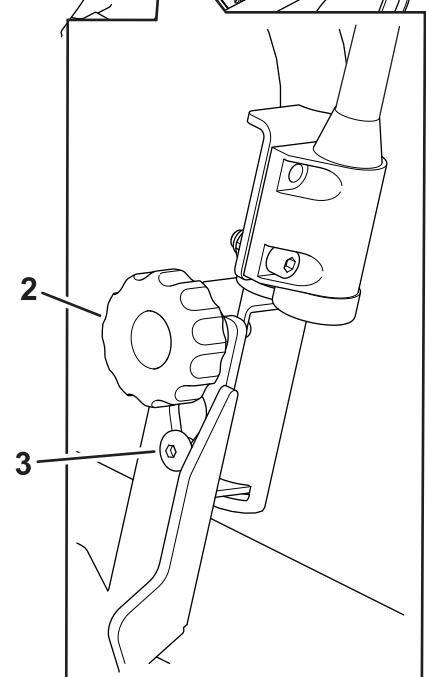

Рисунок 8
1. Установите передние осветительные приборы на кронштейны машины, используя пазы в кронштейнах (Рисунок 8).
2. Затяните ручки (Рисунок 8).